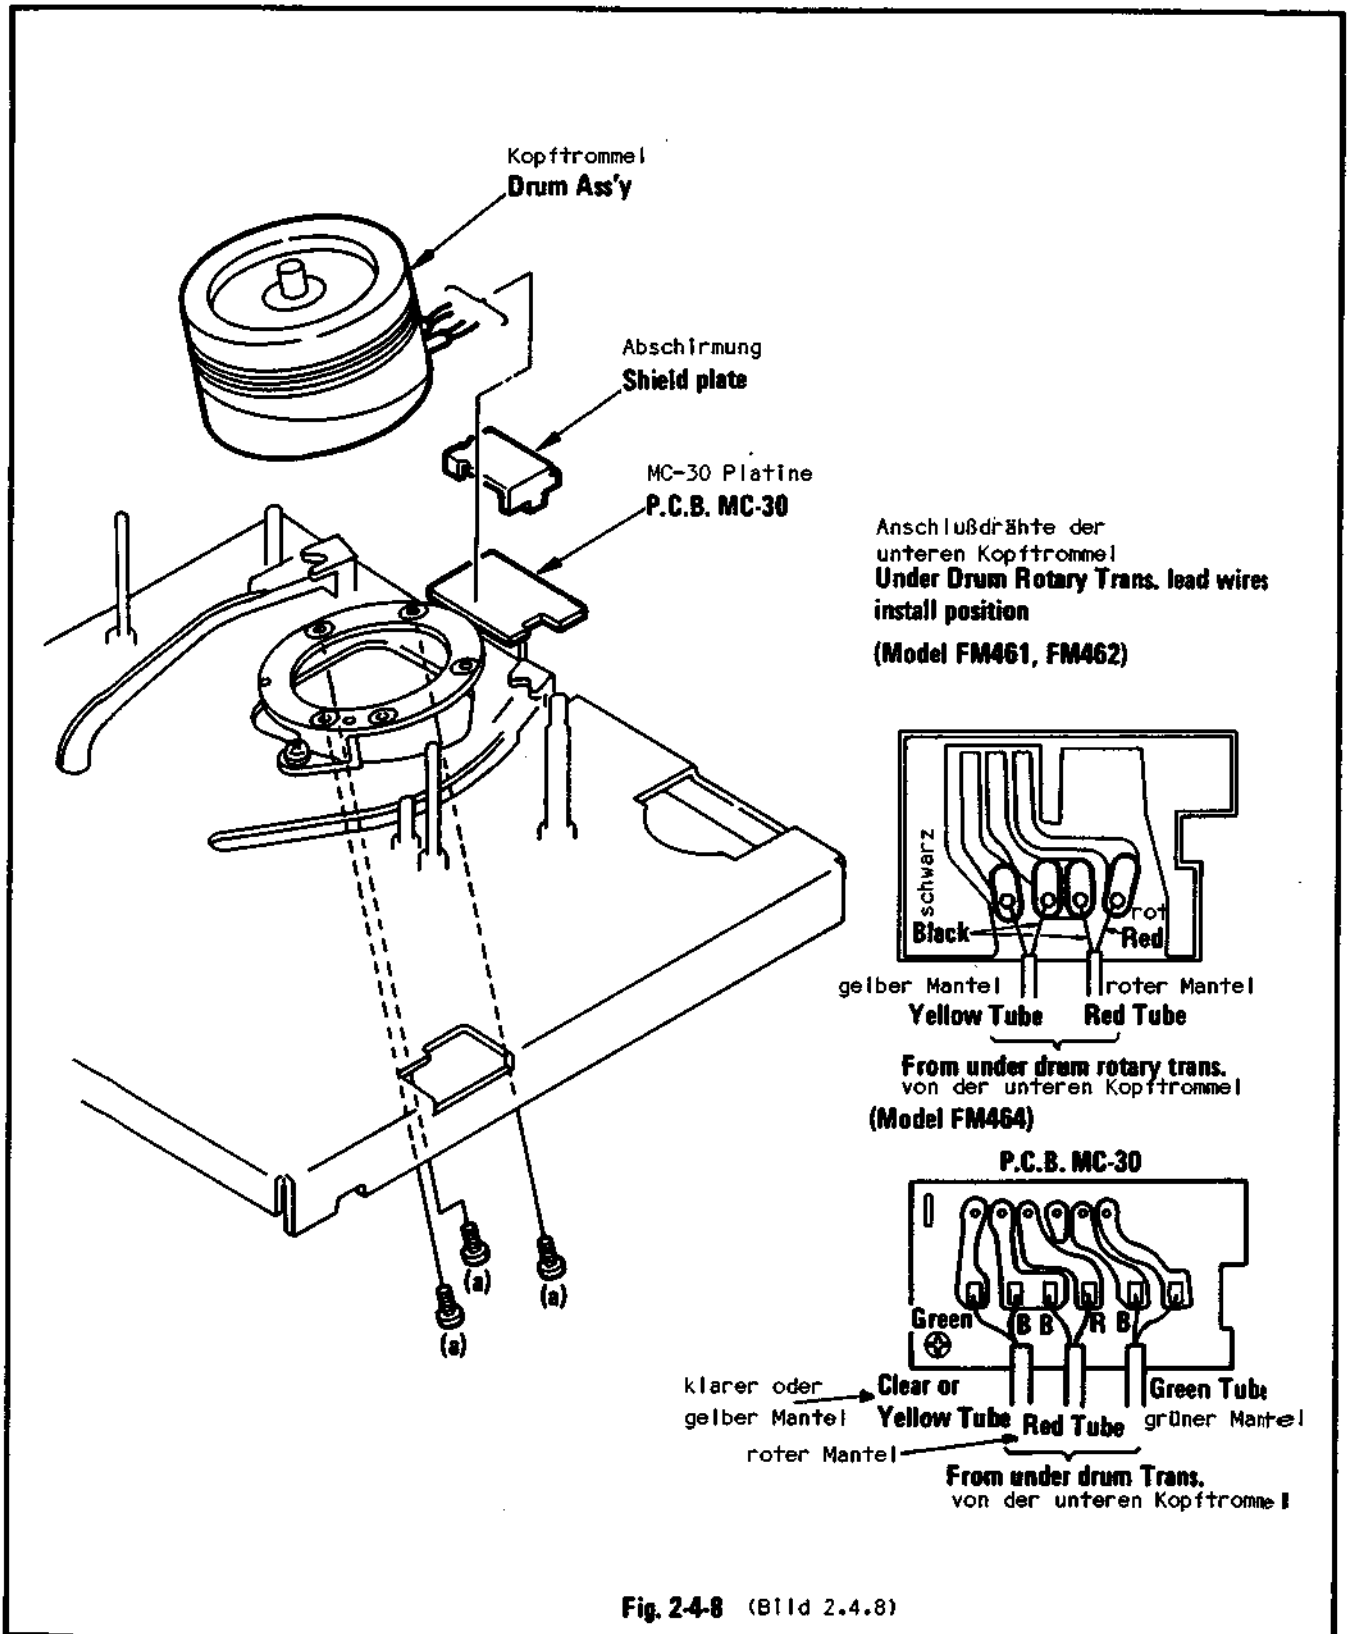

Fig. 2-4-8 (Bild 2.4.8)
2.4.9 Kopftrommeleinheit, Bild 2.4.8
2.4.9 Drum Assy, Fig. 2.4.8